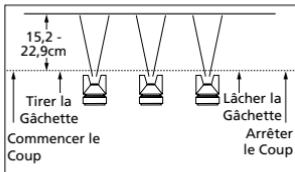

Figure 10
- Tirer correctement sur la gâchette. Commencer le mouvement au début du coup **AVANT DE TIRER SUR LA GÂCHETTE** et la relâcher **AVANT D'ARRÉTER LE MOUVEMENT** à la fin du coup. Cette procédure mélangera chaque coup avec le prochain sans avoir l'apparition de chevauchement ou d'inégalités (Voir Figure 10).